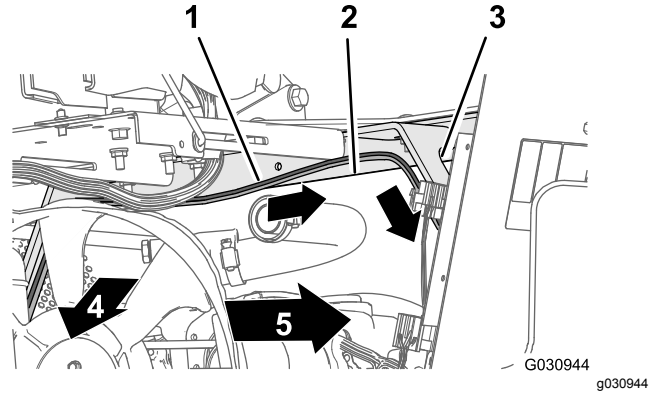

Bild 137
2. Verlegen Sie den 165-cm-Zweig des Kabelbaums nach über den Sitzkastenwinkel und nach unten entlang der linken Stütze für die Motorhaube (Bild 137).